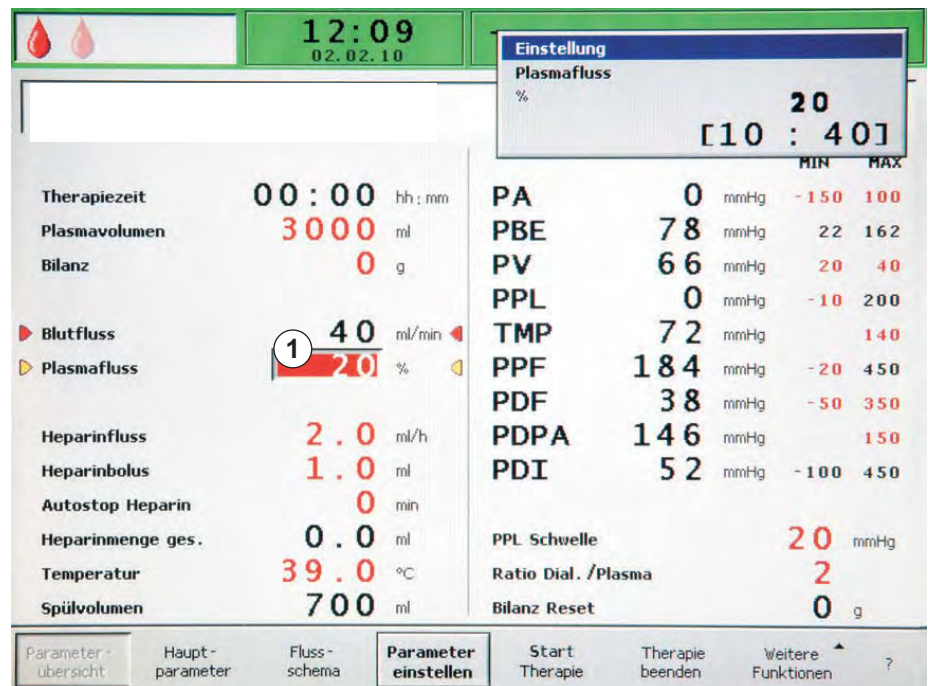

Abb. 3-22 Parametereinstellung im Bildschirm *Parameterübersicht*
☞ Das Feld mit dem Parameterwert wird rot unterlegt mit weißer Schrift dargestellt (Abb. 3-22, ①).